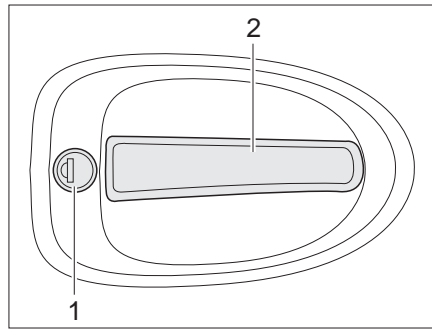

Bild 26 Türschloss Eingangstür, außen
- Schlüssel in Schließzylinder (Bild 26,1) stecken und drehen, bis das Türschloss entriegelt ist.
- Am Türgriff (Bild 26,2) ziehen. Die Tür ist geöffnet.
- Schlüssel in Schließzylinder (Bild 26,1) stecken und drehen, bis das Türschloss verriegelt ist.